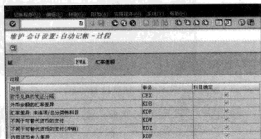

图 5-67 “维护会计设置：自动记账-过程”界面
STEP 1 在命令栏输入 SPRO 命令，通过菜单选择“财务会计→总账会计→业务往来→结算→评估→外币估值→准备外币评估的自动过账”选项，或者直接在命令栏中输入 OBA1 命令，进入“维护会计设置：自动记账-过程”界面，如图 5-67 所示。在此界面中，可以看到不同的汇率差异对应的事务码。